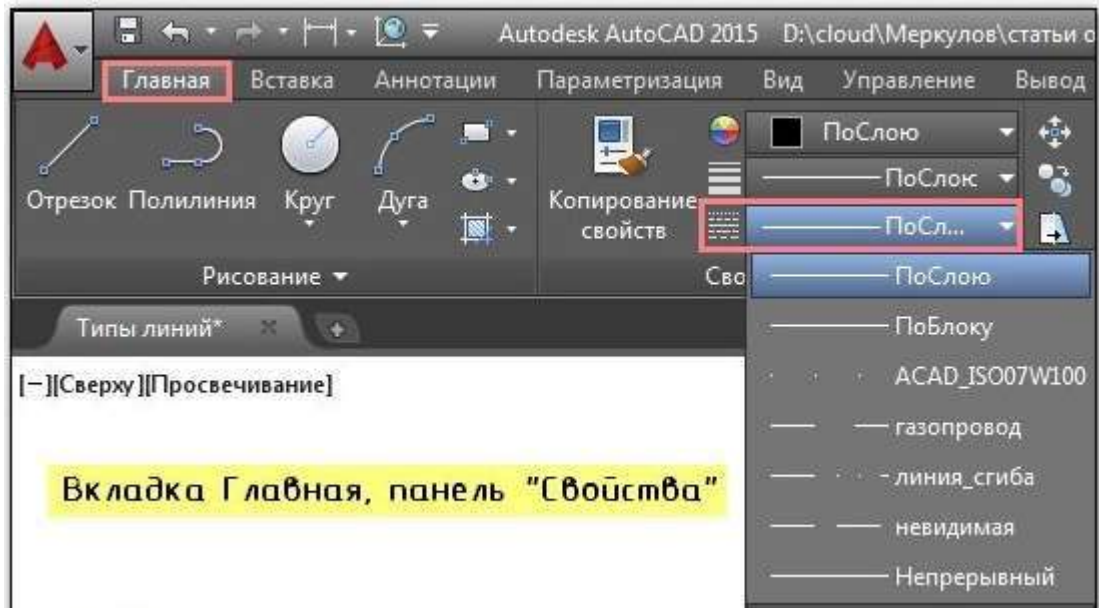

Рисунок 35 - Изменение свойств линии для AutoCAD.
**Первый способ, где выполняется настройка линий в Автокаде, вкладка Главная - панель «Свойства» (см. рис.35 ).**